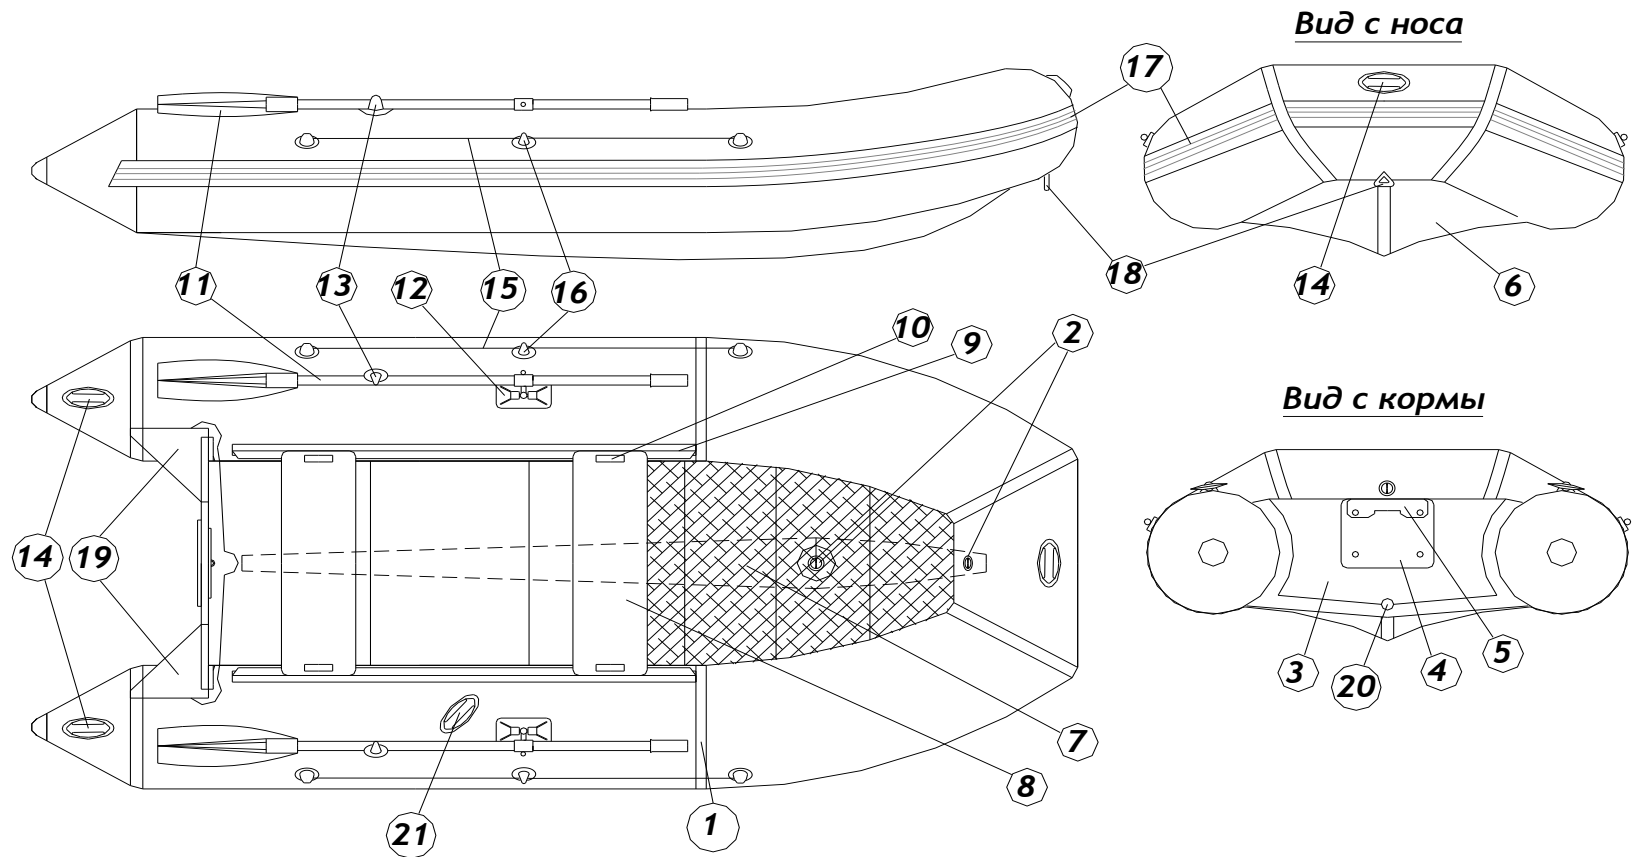

Рис.1
3.1. Конструктивно лодка "Polar Bird" представляет собой надувной баллон U-формы (поз.1), разделенный двумя герметичными переборками с воздушными клапанами (поз.2) на три герметичных отсека (Рис.1). Корпус лодки изготавливается из армированного эластомера с двусторонним герметизирующим покрытием из поливинилхлорида (далее ПВХ). Для установки подвесного лодочного мотора (далее - ПЛМ) лодки оборудованы жестким транцем (поз.3) с двумя транцевыми накладками (поз.4 и поз.5). Лодка имеет эластичное днище (поз.6) и жесткий настил, между которыми расположен надувной кильсон (поз.7), приклеенный к днищу. Лодка укомплектована жесткими сиденьями (поз.8), которые устанавливаются в профиль – ликтрос (поз.9) с помощью ликпазов (поз.10), жестко установленных на банках. Лодка укомплектована веслами (поз.11), которые жестко укреплены в уключинах (поз.12) и фиксируются на борту баллонов с помощью защелки (поз.13). На лодке имеются бортовые ручки для переноски лодки (поз.14); страховочный леер (поз.15), установленный в леерной ленте (поз.16); рым-кольцо для буксировки лодки (поз.18). Борт лодки защищен привальным брусом с водоотбойником (поз.17). Лодка оборудована защитой от брызг (поз.19). В нижней части транца расположен сливной клапан с пробкой (поз.20). Дополнительно лодка может быть оборудована ручкой для рулевого (поз.21).